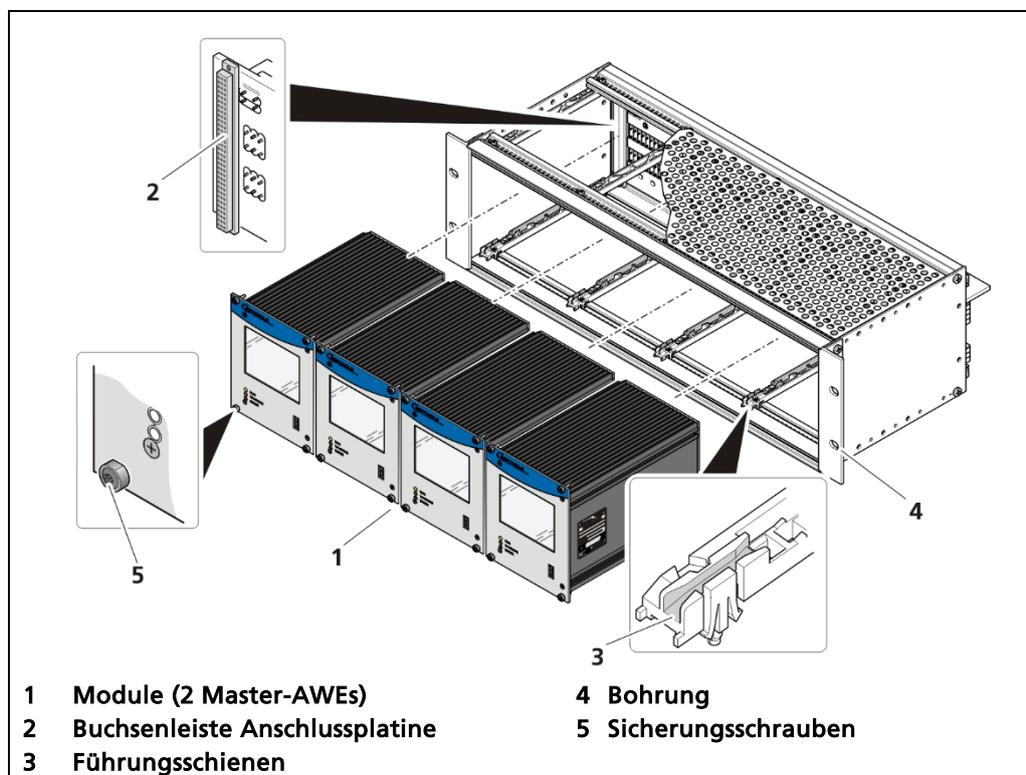

Abb. 14 19“-Baugruppenträger mit Anschlussplatinen (Bsp.:4x Master)
Die Master-AWEs / Slave-Module müssen durch Sicherungsschrauben (Abb. 14, Pos. 5) gegen das Herausziehen gesichert werden.
1. Setzen Sie das Modul (Abb. 14, Pos.1) in die Führungsschienen (Abb. 14, Pos.4) ein.
2. Schieben Sie das Modul vorsichtig in das Wandgehäuse, bis die Stiftleiste des Moduls in der Buchsenleiste (Abb. 14, Pos.2) eingesteckt ist.
3. Ziehen Sie alle Sicherungsschrauben (Abb. 14, Pos.5) fest.